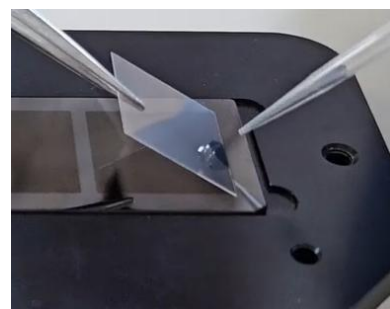

図1 カバーガラスを被せる(動画0:13)
2. カバーガラスを被せ溶液を誘導体化部全体へ広げる (図1)。